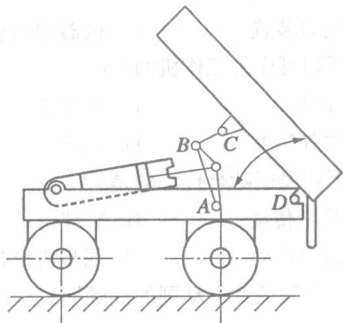

图 1.2.2
1. 分析图 1.2.2 所示自卸翻斗车装置中的机构有哪些运动副。